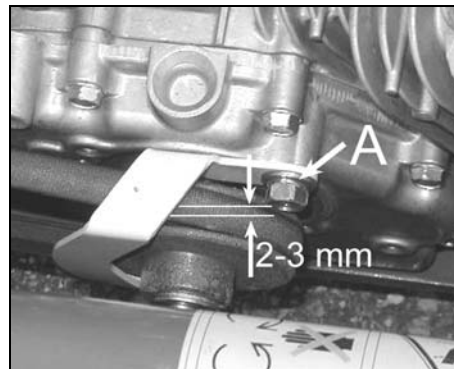

Figura 25
2. Spostare la leva frizione avanzamento in posizione di innesto e regolare la posizione del guida cinghia in modo che la distanza tra cinghia e guida sia di 2-3 mm sia in alto che in basso (A, figura 25).